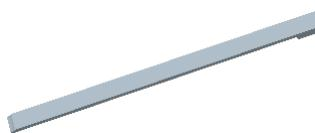

图 19.34 着色后的镶块体积块
(1) 单击**视图**功能选项卡 **可见性**区域中的“着色”按钮 .
(2) 系统自动将刚创建的镶块体积块 INSERT_03 着色, 着色后的镶块体积块如图 19.34 所示。